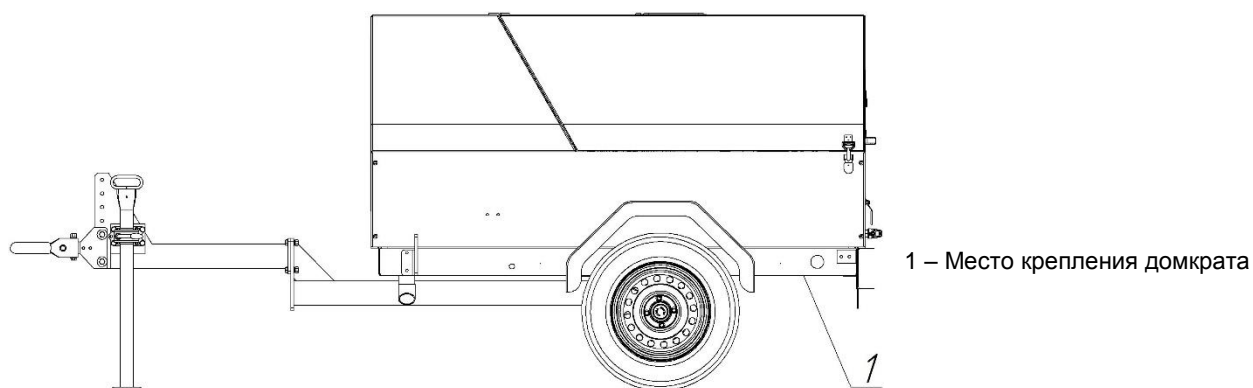

Рис. 6.14.3
1. Подставить домкрат в место крепления домкрата поз.1 Рис. 6.14.3 на днище компрессора. Домкрат следует использовать с плоской опорной площадкой, с грузоподъемностью не менее 1200 кг.